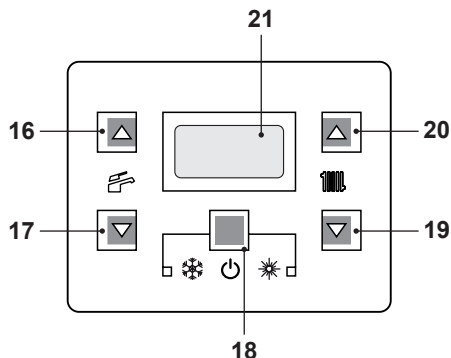
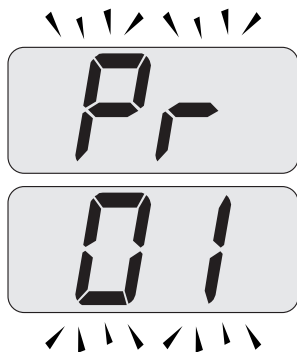
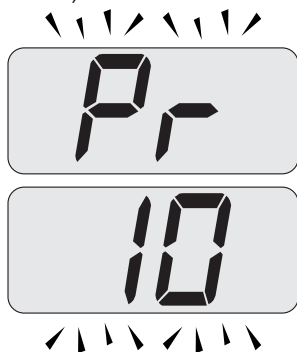

Figura 5.62
Figura 5.63
Figura 5.64
• Entrare in "modalità programmazione" premendo contemporaneamente per 10 secondi i tasti 18 - 19 - 20 (Figura 5.62) fino a far apparire sul display LCD le lettere **Pr** che si alternano con il codice **01**, indicanti l'entrata nel "parametro 01" (Figura 5.63).
- Scorrere i vari parametri utilizzando i tasti 19 o 20 fino a far apparire sul display LCD le lettere **Pr** che si alternano con il codice **10**, indicanti l'entrata nel "parametro 10" (Figura 5.64).
- Premere contemporaneamente i tasti 18 e 20 (Figura 5.62) fino a far apparire sul display LCD il valore del parametro 10 (30=180 secondi) (Figura 5.65).
- Premendo il tasto 18 (Figura 5.62) si ottiene la conferma del valore inserito.
- Premendo contemporaneamente i tasti 18 e 19 (Figura 5.62) si esce senza modificare il valore (ritorno alla lista parametri Figura 5.64)
- Premendo contemporaneamente per 10 secondi i tasti 18 - 19 - 20 (Figura 5.62) si esce dalla "modalità programmazione".